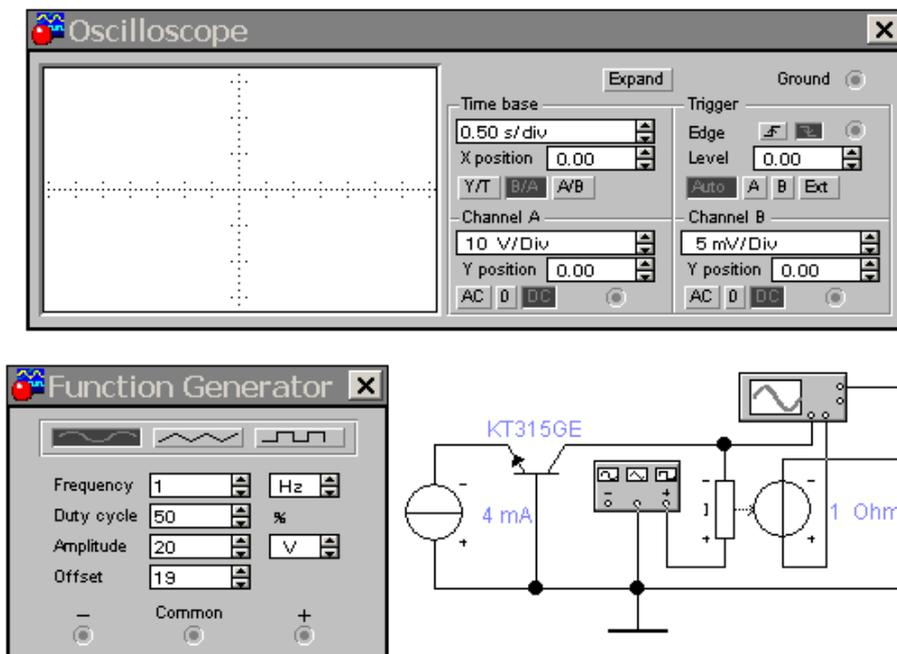

Рисунок 12.11 – Схема измерений выходных статических ВАХ БТ в схеме с ОБ с помощью осциллографа
12.4.6 Открыть файл ООБ2.ewb со схемой, показанной на рис. 12.11. С помощью осциллографа измерить выходные статические ВАХ БТ в схеме с ОБ. Результаты внести в таблицу аналогичную таблице 12.2 (или просто убедиться в их соответствии п. 12.4.3).